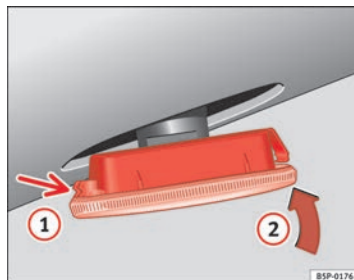

Fig. 238 Intermitente lateral
- Coloque el intermitente en primer lugar en el orificio de la carrocería, encajando las pestañas ⇒ fig. 238, flecha ①.
- Encaje la lámpara como indica la flecha ② ⇒ fig. 238. ■